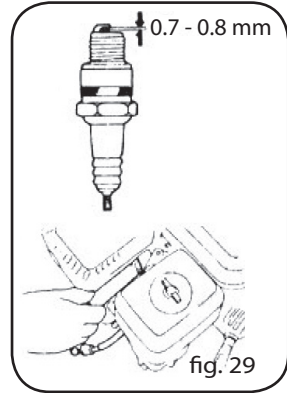

fig. 29
- c) Mida el espacio libre de la bujía con un medidor de espesor. El espacio debe ser de 0,7~0,8 mm (Fig.29). Si fuera necesario realizar una regulación, doble con cuidado el electrodo lateral.